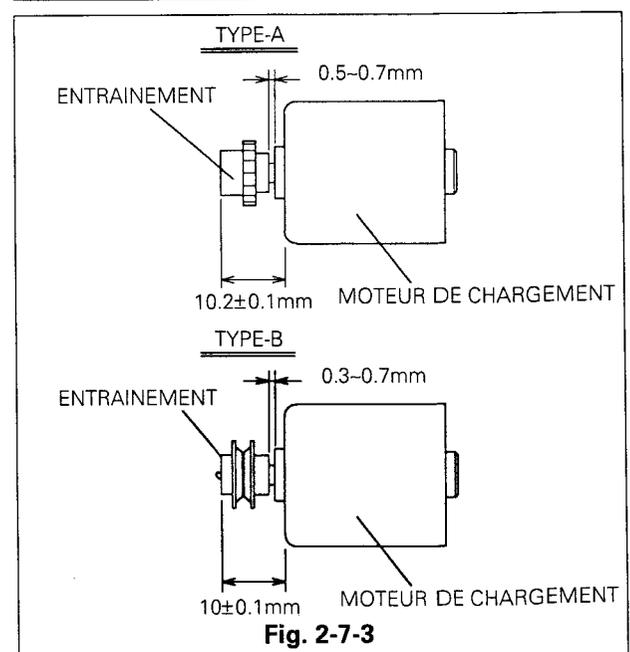

Fig. 2-7-3
- A. Fixer l'entraînement sur le nouveau moteur de chargement (Fig.2.7.3).